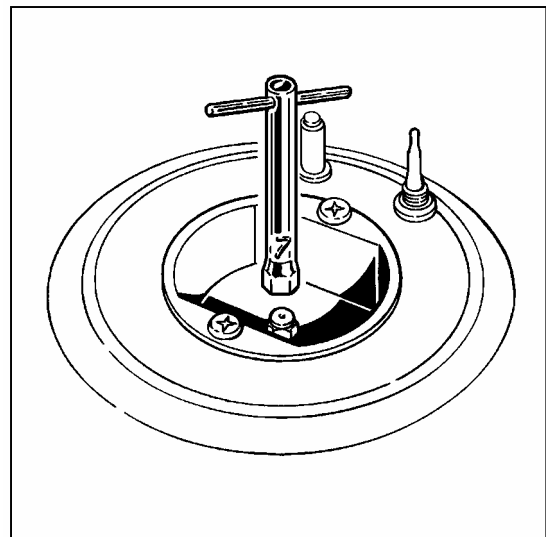

Abb. 2
- Mit dem 7 mm dazu geeigneten Schlüssel die Düsen „A“ (Abb. 2) aufschrauben und sie mit neuen gaprueften Düsen ersetzen (siehe Tabelle 1). Auf die Tabelle den korrekten Durchmesser, der auf die Düsen gedruckt wird, kontrollieren.